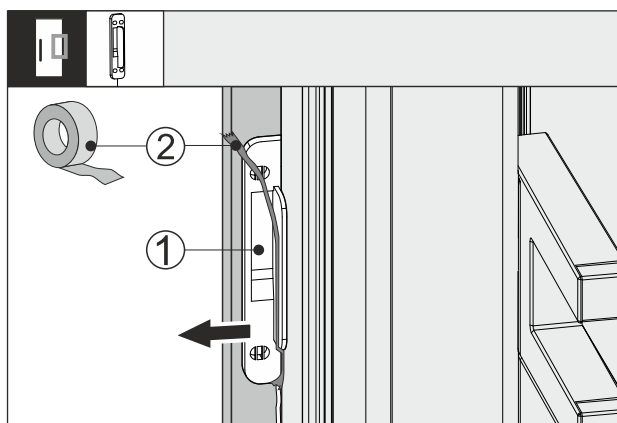

Fig. 64
- ▶ Odlepte lepiacu pásku Fig. 64 (2) zo snímača klopania Fig. 64 (1).